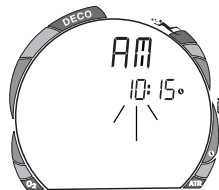

Fig. 30 - Einstellung Stunden
- Die Anzeige der Stunde blinkt (Abb. 30).